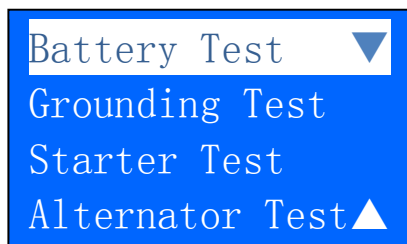

Abbildung 31
2. Nachdem Sie die Auswahl getroffen haben „Chronik löschen“ oder „Test Fortfahren“ wird Ihnen folgendes angezeigt (Abb. 31):